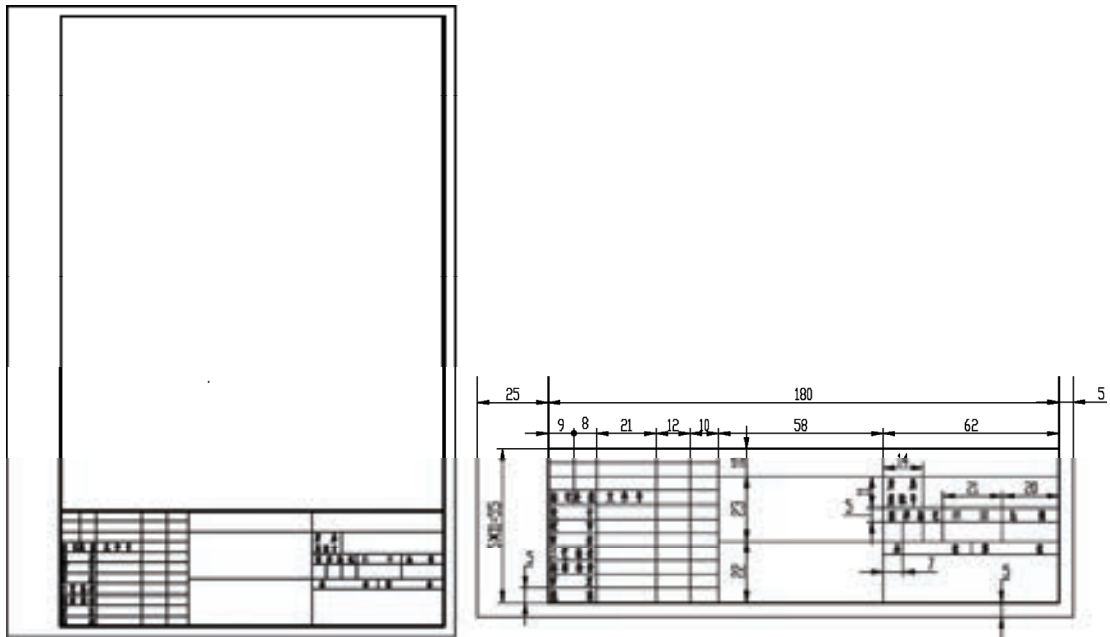
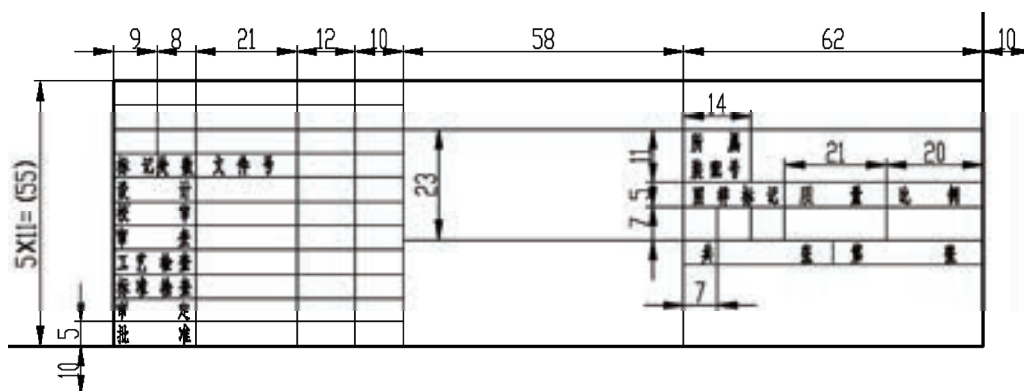

图 5-38 A4 图纸模板
图 5-40 A0 图纸模板
2)按照上面的步骤绘制 A4、A2、A0 图纸模板，粗实线矩形外轮廓大小为 (210,297)、(594,420)，(841,1189)，模板及标题栏尺寸如图 5-38~图 5-40 所示。